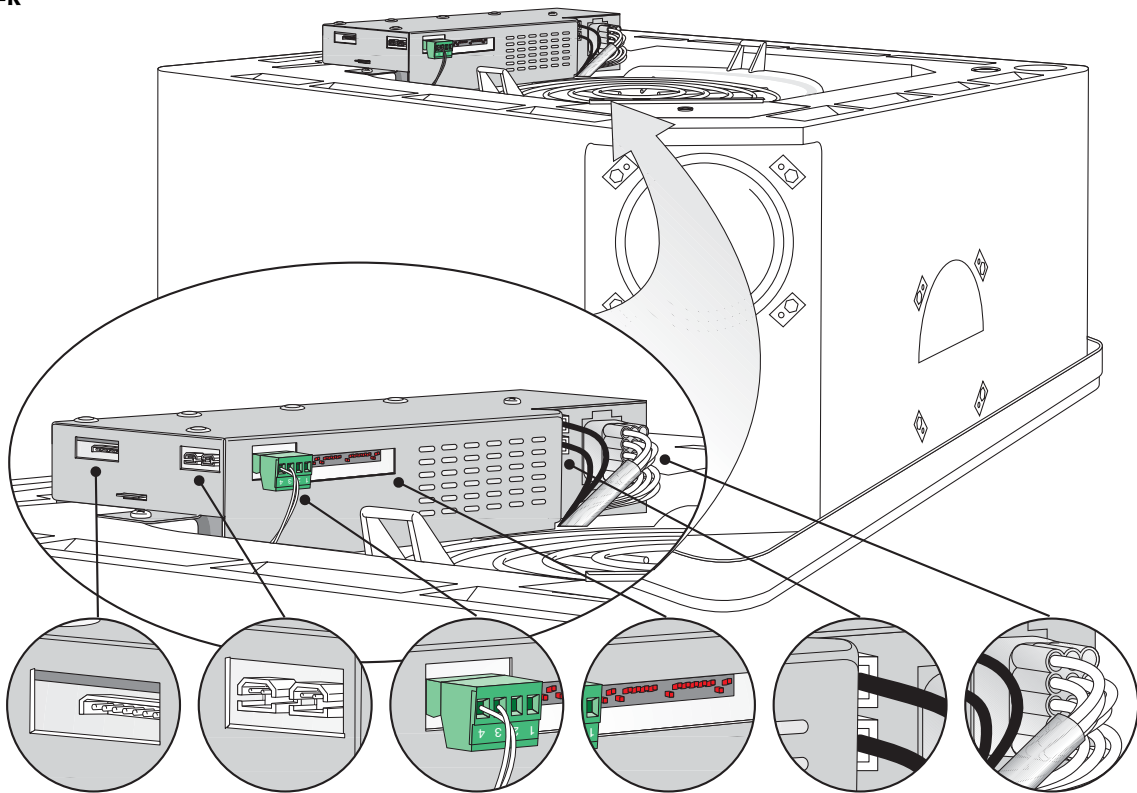

Fig. 11
- Posizionare il cabinet sull'unità, applicare le 4 squadrette negli appositi alloggiamenti del cabinet e su queste avvitare le viti alle staffe batteria (fig. 11).